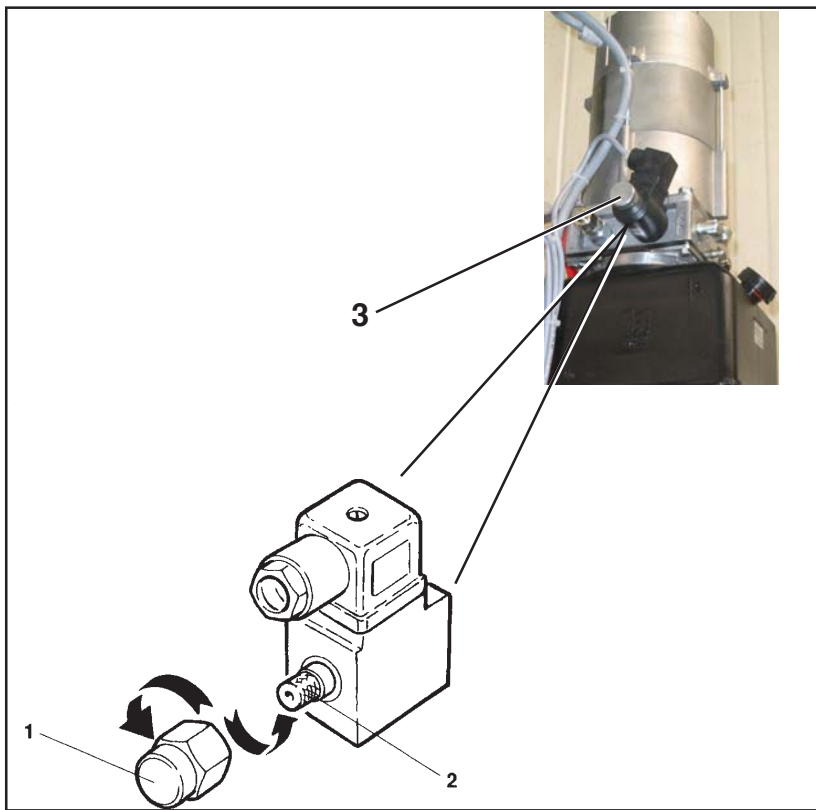

Fig. 25
- aprire la valvola di discesa manuale (3 Fig.25) svitando prima il tappo di protezione (1) poi ruotare il dispositivo (2).
- Remove the protection cap (1), turn the device (2) and open the valve (3 Fig.25) for lift manual lowering.
- Das Ventil für den manuell gesteuerten Senkvorgang (3 Abb.25) öffnen, indem zuerst der Schutzverschluss (1) abgeschraubt wird und dann die Vorrichtung (2) drehen.
- ouvrir la soupape de descente manuelle (3 Fig. 25) en dévissant tout d'abord le bouchon de protection (1) puis tourner le dispositif (2).
- abrir la válvula de descenso manual (3 Fig.25) destornillando antes el tapón de seguridad (1) y luego girar el dispositivo (2).